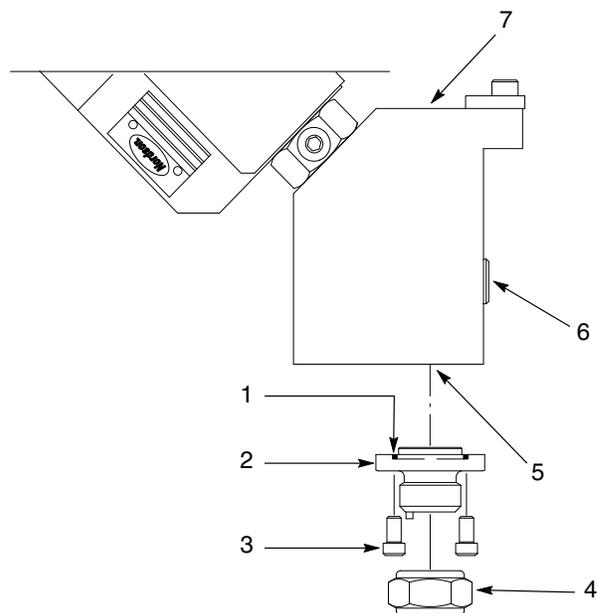

Figura 6 Installazione di un kit adattatore opzionale
2. Vedi figura 6. Montare il raccordo d'entrata del materiale nel foro d'entrata del materiale (7) del corpo pistola.
Vedi figura 6. Tutte le pistole CE20 hanno un foro del trasduttore di pressione (6). Per queste pistole sono disponibili diversi trasduttori di pressione. Se necessario, per assistenza nella selezione e montaggio del trasduttore di pressione adatto rivolgersi al proprio rappresentante Nordson.
1. Vedi figura 6. Lubrificare l'o-ring (1) con lubrificante per o-ring. Accertarsi che sia alloggiato correttamente nel corpo adattatore ugello (2).
2. Inserire il corpo adattatore ugello nel corpo e sede sul foro di uscita materiale (3).
3. Montare le viti (3) nel corpo e sede. Stringere le viti a 7,8 N•m (69 in.-lb).
4. Avvitare il dado dell'ugello (4) sull'ugello e sull'estremità del corpo adattatore ugello. Stringere le viti a 40,7 N•m (30 ft-lb).